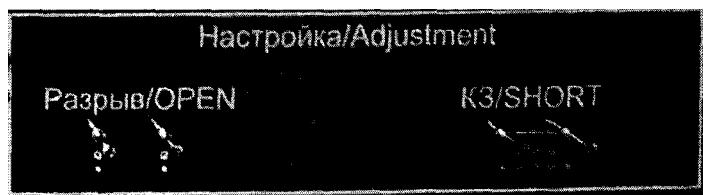

Рисунок 6 – Сегмент калибровки измерителя иммитанса
Калибровка холостого хода (Open-калибровка) проводится в специально отведенном на поверочной плате PL2 сегменте «Настройка/Adjustment» - «Разрыв/OPEN» (рисунок 6).
Калибровка короткого замыкания (Short-калибровка) проводится в специально отведенном на поверочной плате PL2 сегменте «Настройка/Adjustment» - «K3/SHORT» (рисунок 6).
- выполнить измерение номинала 1 пФ и записать полученное значение (Аэj) в столбец «Контр.» в окне программы «Pilot PCT», с точностью до 4 знака (рисунок 6);
- выполнить измерение номинала 1 мкГн и записать полученное значение (Аэj) в столбец «Контр.» в окне программы «Pilot PCT», с точностью до 4 знака (рисунок 6);
- используя универсальный цифровой вольтметр, подключить измерительные кабели к тестовым выводам платы «0V - 1V» и выполнить измерение номинала 1 В поверочной платы. Записать полученное значение (Аэj) в столбец «Контр.» в окне программы «Pilot PCT», с точностью до 4 знака (рисунок 6);